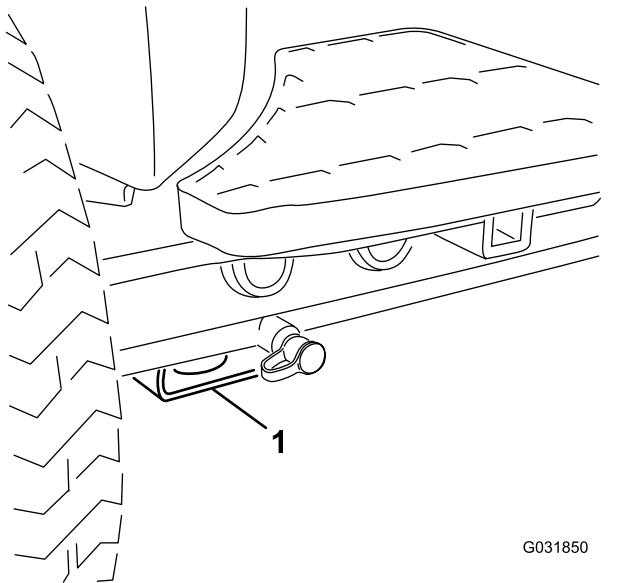

Рисунок 75
- В передней части используйте прямоугольную подкладку под трубой моста внутри каждого переднего колеса (Рисунок 75).